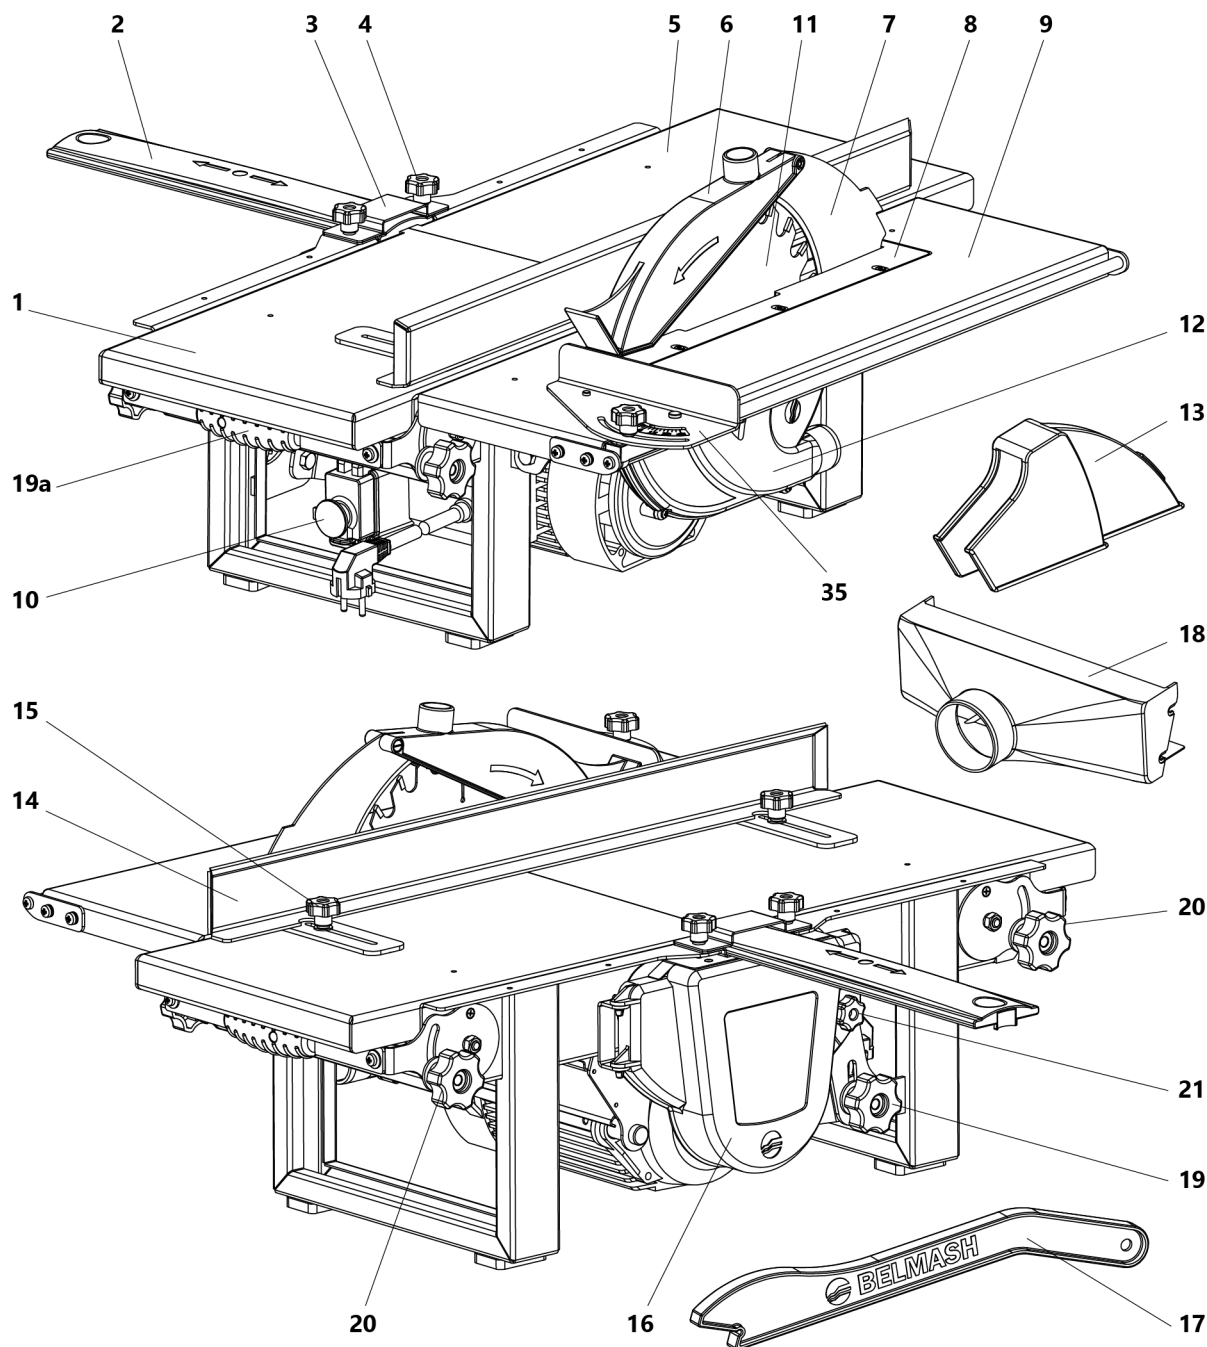

Рисунок 1. Общий вид станка
- пользуйтесь ограждением ножевого вала и кожухом 13 (рис.1) при выполнении операции строгания;
Выключатель 10 (рис. 1) станка имеет специальную защиту от непроизвольного включения.
- снять ограждение ножевого вала 2, планку 3 и винты-барашки 4 (рис.1);
Приспособление 35 (рис. 1) имеет возможность поворота относительно пильного диска на оси, устанавливается и фиксируется как перпендикулярно резу пильного диска, так и под углом от -45° до $+45^\circ$. Установите необходимый угол распиловки, поворачивая приспособление 35 и фиксируя его винтом-барашком. Прижимая заготовку к приспособлению, перемещайте его по пильному столу 9 в сторону пильного диска равномерно и без рывков.